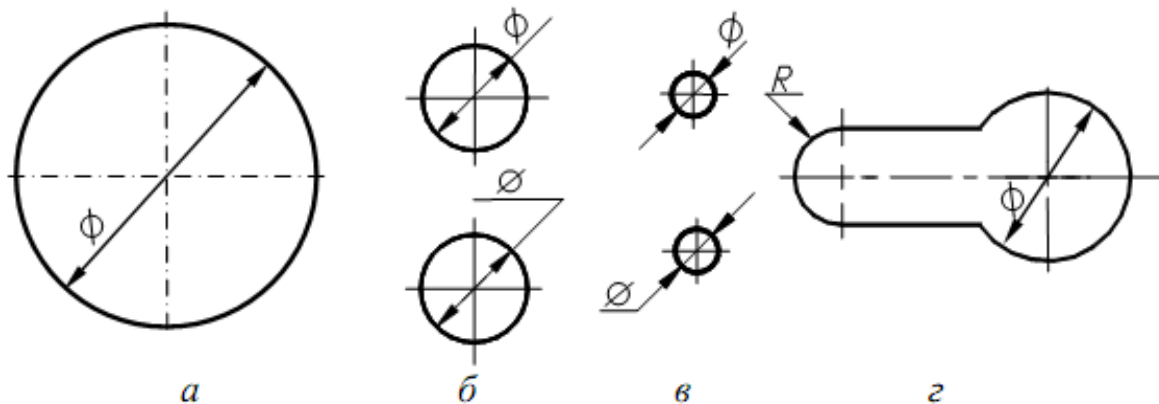
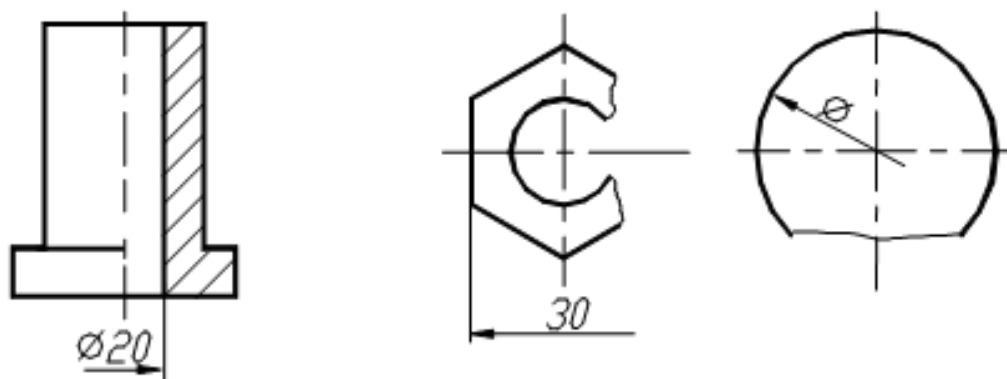

Рисунок 10
Рисунок 11
Перед размерным числом, определяющим диаметр, во всех без исключения случаях наносят знак $\varnothing$, например: $\varnothing 8$. Между знаком $\varnothing$ и размерным числом никаких добавочных знаков не ставят. Нельзя также делать пропуск между знаком и числом. Размерная линия диаметра может быть нанесена как на изображении, где окружность или ее часть проецируются в истинном виде (рисунок 10), так и на изображении, где они проецируются в виде прямой (рисунок 11).
2. Внимательно изучить образец выполнения листа (рисунок 10).